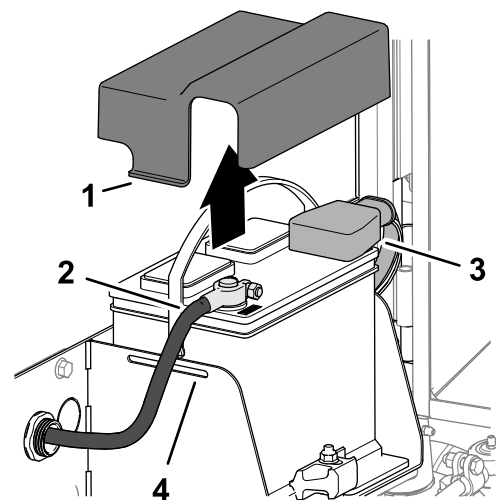

図 127
3. バッテリーカバーの側面を両側から押して、カバーをバッテリートレイから外す **図 127**。